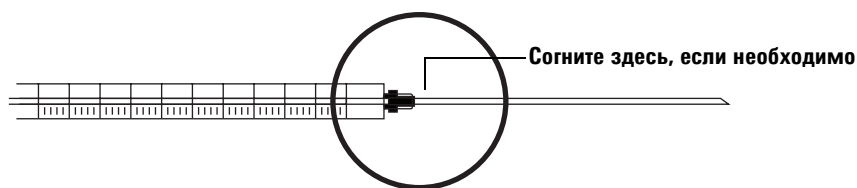

Рис. 44 Проверка шприца
- 1 Прокрутите шприц на краю чистой ровной поверхности. Если кончик иглы движется по кругу, выпрямите ось, немного сгибая ее рядом с местом соединения с цилиндром шприца, и проверьте ее еще раз (Рис. 44).